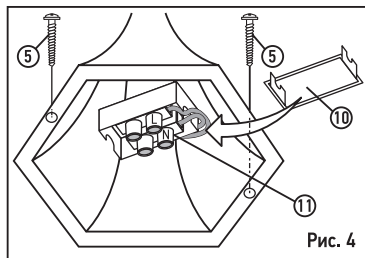

Рис. 4
- Снимите защитную пластину (10) с клеммной колодки (11), выньте клеммную колодку из посадочного места.
- Подключите два сетевых провода к клеммной колодке (11) в соответствии с указанной маркировкой клеммы L, N, как показано на Рис. 4. Верните клеммную колодку (11) в посадочное место и установите защитную пластину (10) на клеммную колодку.
- Закрепите основание светильника при помощи саморезов (5), Рис. 4.